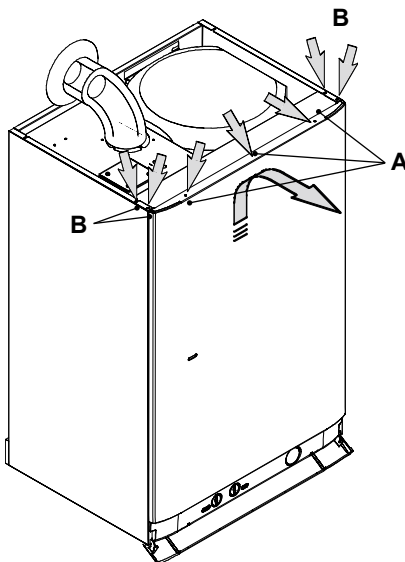

Figura 9.1
- Togliere le viti A . Rimuovere il pannello frontale spostandolo verso l'alto in modo da liberarlo dai ganci inferiori in Figura 9.1.